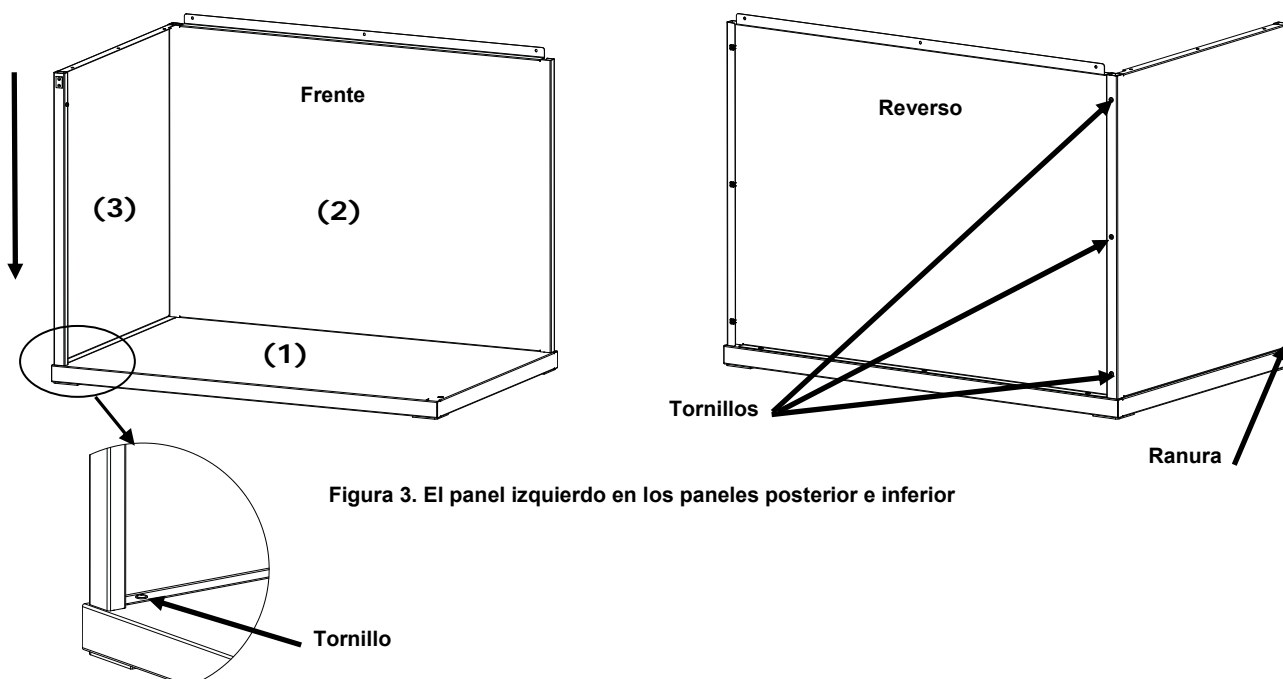

Figura 3. El panel izquierdo en los paneles posterior e inferior
3. Mientras sujeta el panel trasero (2), coloque el panel izquierdo (3) con el lado liso hacia fuera sobre el borde superior del panel trasero (2).
4. Deslice el panel izquierdo (3) hacia abajo a lo largo de la canaleta de interconexión hasta que la lengüeta frontal del panel izquierdo (3) se inserte en el panel inferior (1). Fije el panel izquierdo (3) al panel inferior y al panel trasero con los cuatro tornillos, tal como se muestra en la Figura 3.